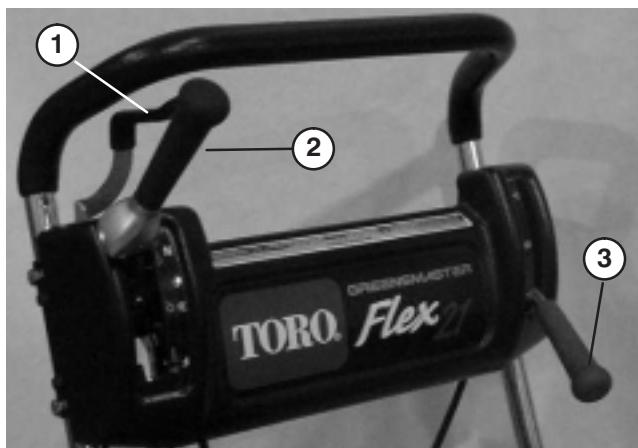

Bild 23
Der Gashebel (Bild 23) befindet sich hinten rechts am Armaturenbrett. Der Hebel ist mit dem Gaszug zum Vergaser verbunden und aktiviert diesen. Die Motorgeschwindigkeit kann zwischen 2400 und 3600 U/Min. eingestellt werden.
Der Fahrantriebs- und Spindelantriebshebel (Bild 23) befindet sich vorne rechts am Armaturenbrett. Der Fahrantriebshebel hat zwei Stellungen: Leerlauf und Vorwärts. Wenn Sie den Hebel nach vorne drücken, wird der Fahrantrieb eingekuppelt.
Die Betriebs-/Feststellbremse (Bild 23) befindet sich vorne links am Armaturenbrett. Verlangsamen oder stoppen Sie die Maschine mit der Bremse. Die Bremse kann auch als Feststellbremse verwendet werden. Wenn Sie den Hebel über die Mitte zurückziehen, wird die Feststellbremse aktiviert. Sie müssen die Bremse lösen, bevor der Fahrantrieb eingekuppelt wird.
- Stellen Sie den Gashebel (Bild 23) auf „Schnell“.